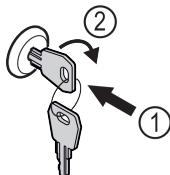

Fig. 166
- Uvucite ključ. Fig. 166 (1)
- Okrenite ključ za 90° nadesno. Fig. 166 (2)